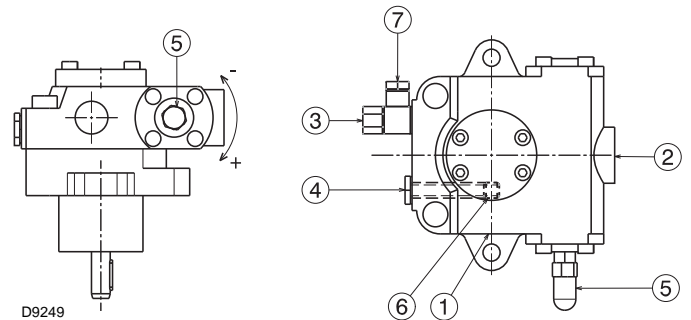

Abb. 20
Sie sind am Brenner installiert und der Bypass ist mit der Schraube 6) (Abb. 20) verschlossen.
- Damit sich die Pumpe (Abb. 20) selbst einschalten kann, muß die Schraube 4) gelockert wird, so daß der Ansaugschlauch entlüftet wird.
Legende (Abb. 20)
Dieser Vorgang ist möglich, weil die Pumpe werkseitig mit Heizöl gefüllt wird; falls die Pumpe geleert wurde, muß sie vor dem Anfahren über den Stopfen des Vakuummeters 4)(Abb. 20) mit Brennstoff gefüllt werden, weil sie festfrißt.
Der Pumpendruck wird durch Verstellen der Schraube 5)(Abb. 20) verändert.